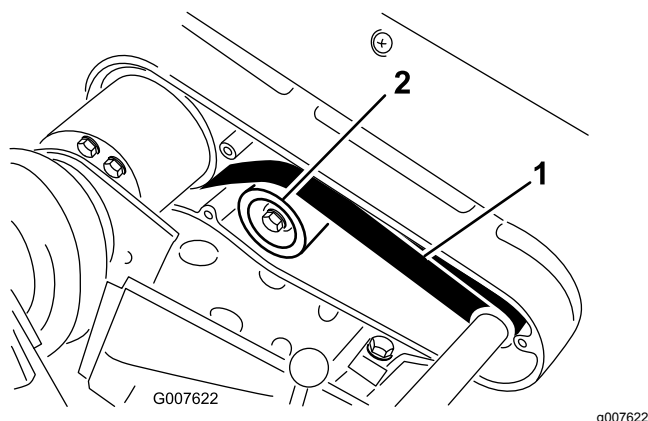

図 45
2. プーリー間の中央部で 図 45、2.3-2.7 kg 程度の力でベルトを指で押して張りを点検する。
- A. アイドラプーリー固定ナットをゆるめ、プーリーをベルトの背に押しつけて、適当な張りを出す 図 45。